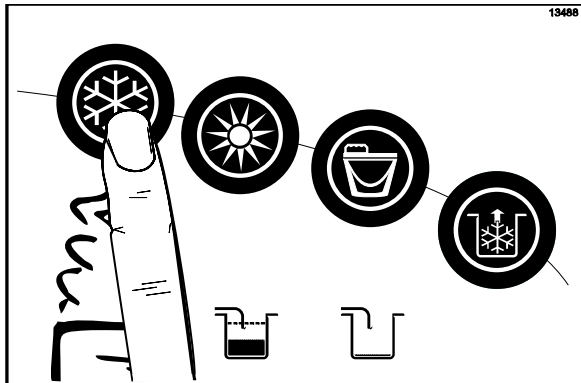

Figure 41
4. Pour reprendre le fonctionnement normal, appuyer sur le symbole AUTOMATIQUE ❄️ (Cf. Figure 41). La commande comporte une option dans le menu du manager qui permet d'activer ou de désactiver la fonction de DÉMARRAGE AUTOMATIQUE. Une fois que le DÉMARRAGE AUTOMATIQUE est activé, la machine sort automatiquement du mode d'ATTENTE et lance le mode AUTOMATIQUE des deux côtés, à une heure prévue chaque jour (Cf. page 82).